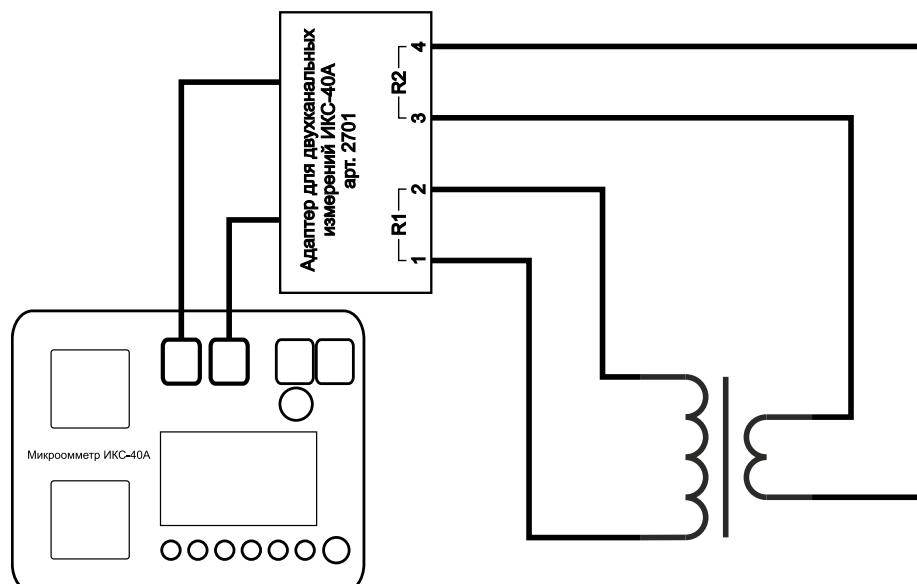

Рис. 11. Двухканальное подключение с использованием адаптера арт. 2701
2.5.2. Испытательная схема измерения сопротивления в двухканальном режиме с использованием адаптера арт. 2701 приведена на рис. 11.